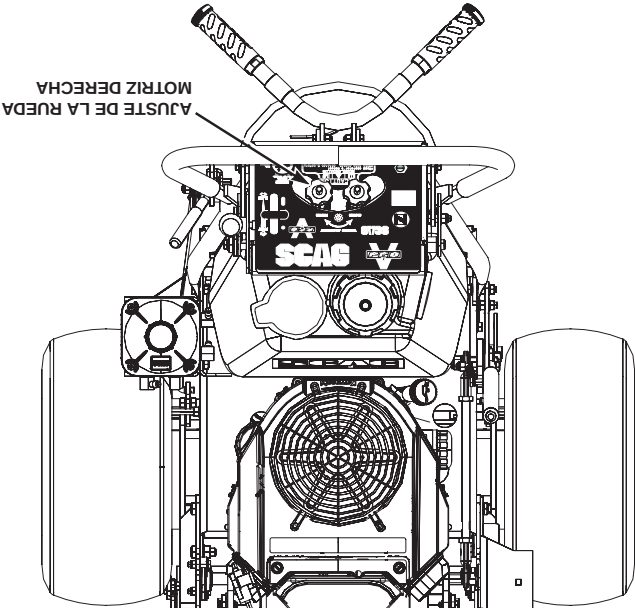

Figura 6-1 Ajuste de la rueda motriz derecha
Gire la perilla de ajuste de alineación de la rueda derecha en el sentido contrario a las agujas del reloj. Esto causará que la varilla de control golpee menos la bomba del lado derecho, disminuyendo la velocidad de la rueda del lado derecho. (Vea la Figura 6-1)
- Ajuste la rueda derecha girando la perilla de ajuste de alineación en el sentido de las agujas del reloj hasta que la rueda motriz derecha gire hacia adelante. Gire la perilla de ajuste de alineación en el sentido contrario a las agujas del reloj hasta que la rueda motriz deje de moverse. Gire la perilla de ajuste de alineación en el sentido contrario a las agujas del reloj, 1/2 vuelta adicional. (Vea la Figura 6-1).